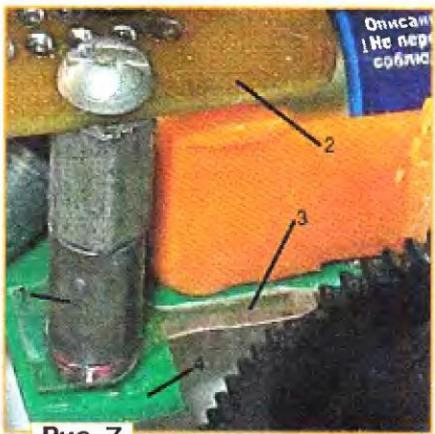

Рис. 7
Опорные колёса должны вращаться независимо друг от друга и только в одном направлении (вперёд), иначе робот будет "ёрзать" на месте. Для обеспечения такого движения предназначены два стопора, вырезанных из пластмассы от пластиковой бутылки, по одному на каждое колесо. На рис. 7 показан один из них (3), он закреплён на платформе 4 с помощью стойки 1, на которой установлена печатная плата 2.